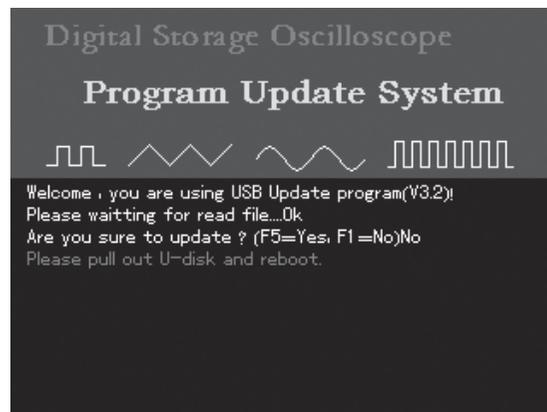

图6-16
11、升级时，用户在更新程序时，出现未知错误，将出现图6-16所示，提示“非常抱歉，程序更新失败，请阅读用户手册，与我们联系，拔掉U盘，重启示波器”。